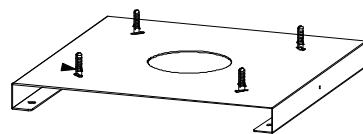

Abb. 3
6. Montieren Sie den Deckenflansch. Mittig in der Deckenkonsole ist ein runder Ausschnitt mit Platz für die Steckdose (Abb. 3)